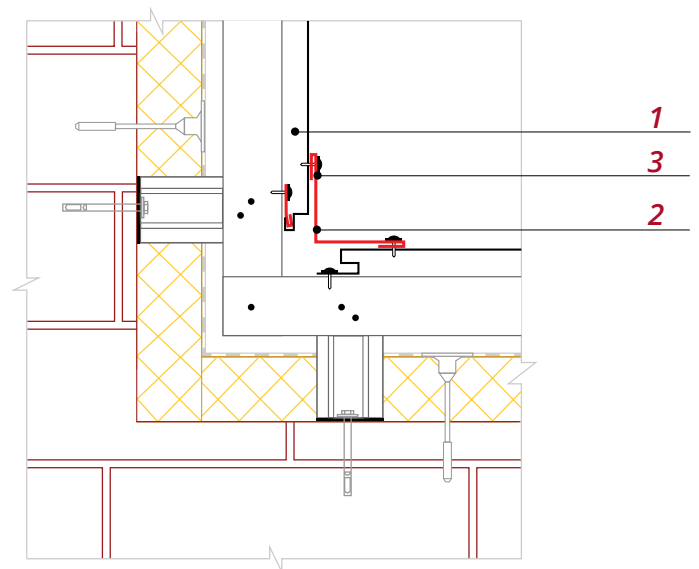

Рис. 13
- Планку угла внутреннего простую крепите после монтажа панелей сайдинга **1** (рис. 13). Рекомендуется использовать саморезы ПШС с окрашенной головкой **3**, вытяжные заклепки или кровельные саморезы 5.5*19.